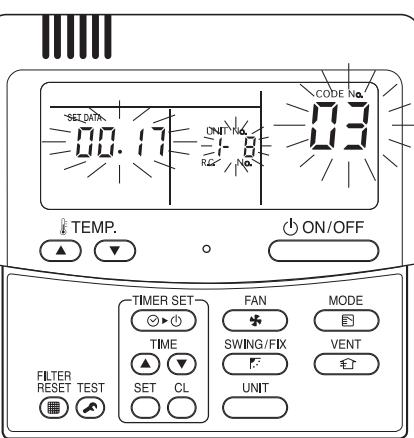

Afb. 9
- (1) Druk de en toetsen op de afstandsbediening tegelijkertijd langer dan 4 seconden in.
- (2) Druk niet op de toets.
- (3) In deze stand zullen het UNIT Nr., CODE Nr., Nr. van SET DATA en de indicaties knipperen op het display, zoals getoond in Afb. 9.